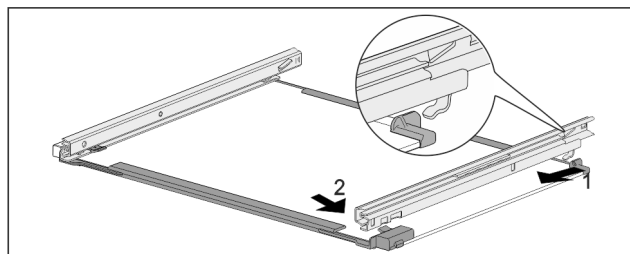

Fig. 174 Skleněná deska s kolejničkami
- Zahákněte kolejničku vzadu. Fig. 174 (1)
- Zaklapněte kolejničku vpředu. Fig. 174 (2)